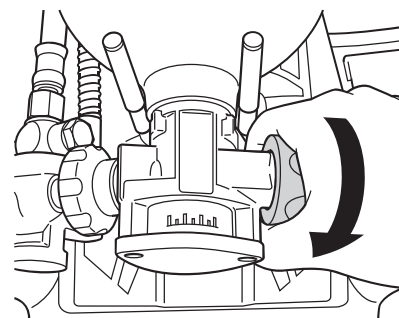

図 22 そく止弁を開く
3. そく止弁のハンドルを反時計方向にゆっくり回し、全開する。(図 22 参照)